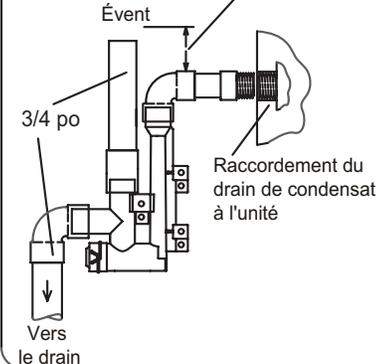

FIGURE 43
Installez le bouchon sur l'ouverture de nettoyage à la base du purgeur. Fixez avec le collier. Reportez-vous à FIGURE 43.
- 3 - Installez le purgeur à l'aide des raccords PVC appropriés et scellez tous les joints. Collez le purgeur fourni comme illustré à la FIGURE 43. Acheminez le conduit de condensat jusqu'à un drain ouvert.